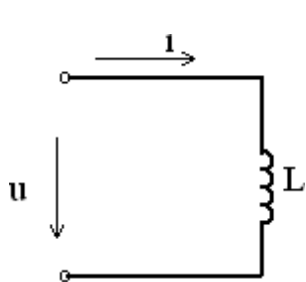

Рис. 1
7. Найдите соответствие между схемами замещения (рис.1, 2, 3) и векторными диаграммами (а, б, в) линейных цепей синусоидального тока.